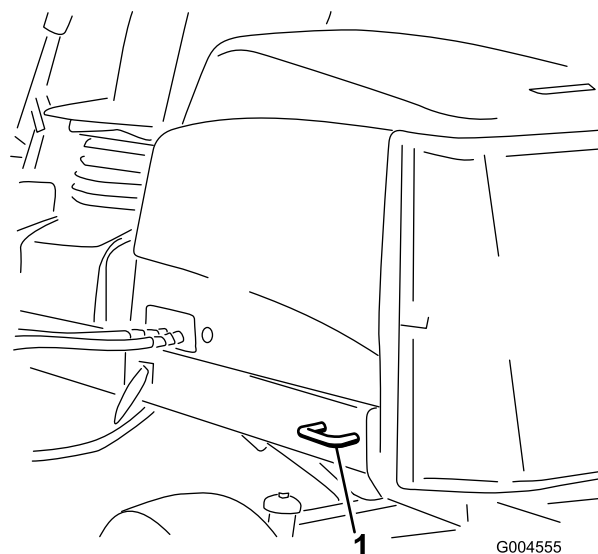

Figura 41
- Posteriori – Ogni lato della macchina sul telaio posteriore (Figura 41).